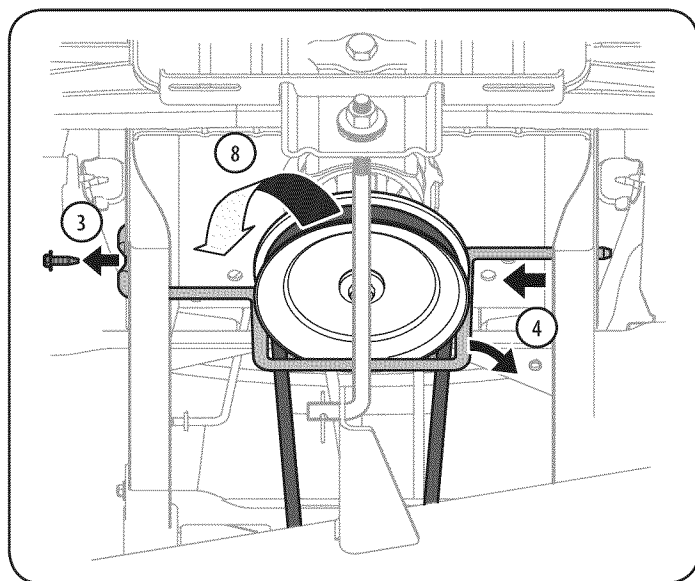

Figura 21
- e. Extraiga el pasador de chaveta que sujeta el cable de la PTO al soporte de la plataforma, tire hacia atrás del cable de la PTO, luego deslícelo fuera del soporte y desenganche el resorte del soporte intermedio. Vea la Figura 21.
4. Mirando hacia la plataforma de corte desde el lado izquierdo del tractor, ubique el pasador de chaveta en el lado posterior izquierdo de la plataforma. Vea la Figura 21.
5. Retire el pasador y saque el pasador de la plataforma del brazo de elevación de la misma. Vea la Figura 21.